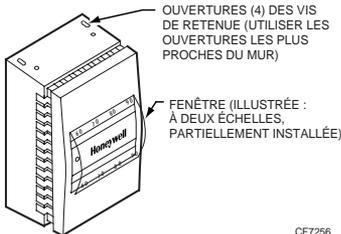

Fig. 7. Assemblage du couvercle avec fenêtre et insertion.
3. Décoller le dos autocollant de la fenêtre (Fig. 7).